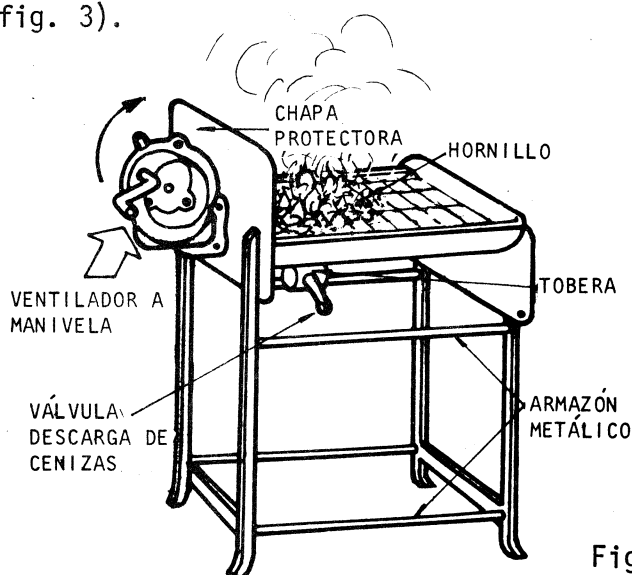

Fig. 3
- 2) Cuando el ventilador es manual, gire la manivela regulando la velocidad (fig. 3).